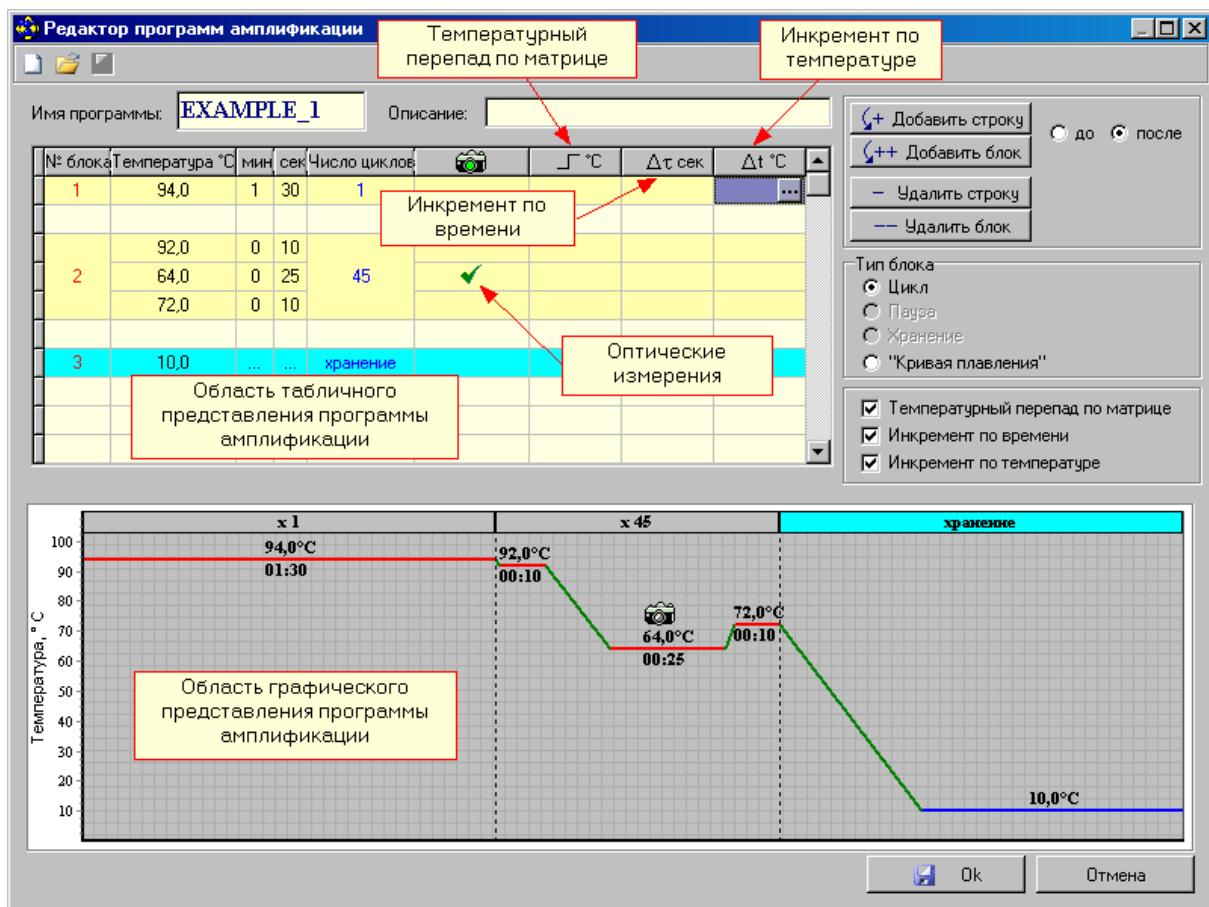

Рис.28. Редактирование существующей программы амплификации.
3. Редактировать существующую программу амплификации (кнопка (Рис.28).